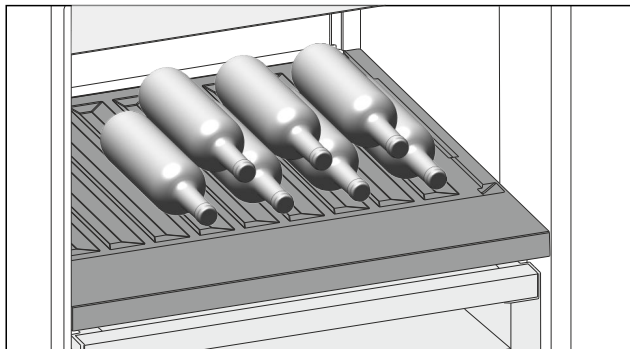

Fig. 111
- Introduceți sticlele cu fundul în spate, către peretele posterior. (vezi Fig. 111)